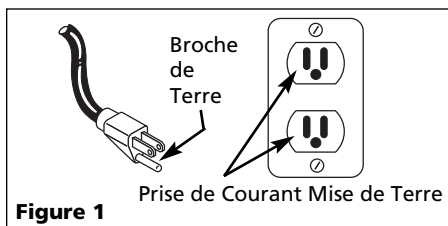

Figure 1
1. Ce produit est conçu pour l'utilisation d'un circuit de 120 volts et a une fiche de mise à la terre comme celle indiquée sur la Figure 1. Assurer que le modèle est branché à une prise de courant qui a la même configuration que la fiche. Ce produit doit être mis à la terre. Dans l'événement d'un court-circuit, la mise à la terre diminue le risque de secousse électrique en fournissant un fil d'échappement pour le courant électrique. Ce produit est équipé avec un cordon qui a un fil de terre avec une fiiche de terre. Le cordon